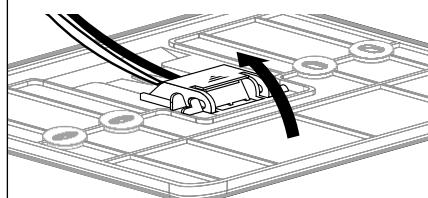

fig. 2
- het draadpaar aansluiten op de stekker (zoals uitgelegd op de volgende pagina) en het beveiligingslipje weer sluiten (fig.2);